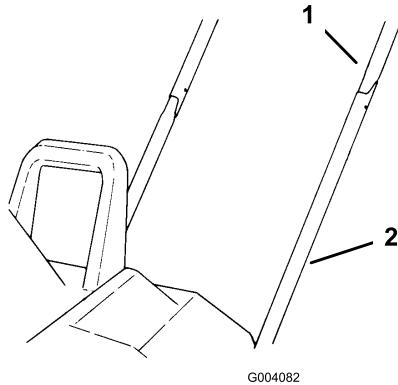

Figure 2
- Avec précaution, placez le côté droit du tube supérieur sur l'extrémité du tube inférieur droit (Figure 2).
- Avec précaution, insérez le côté gauche du tube supérieur dans l'extrémité du tube inférieur gauche (Figure 2).
- Rapprochez les tubes supérieurs et agitez-les doucement pour les faire descendre jusqu'à ce que les trous de montage des tubes supérieur et inférieur soient alignés (Figure 2).